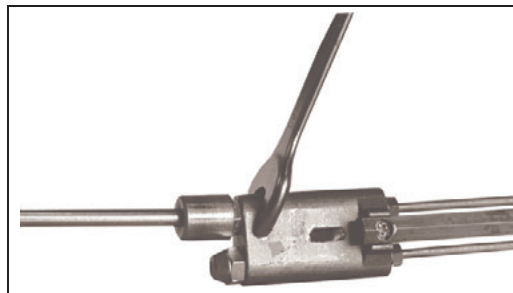

Fig. 23
- Svitare gli ugelli usando due chiavi (da 16 e 24 mm), come mostrato in Fig. 23.